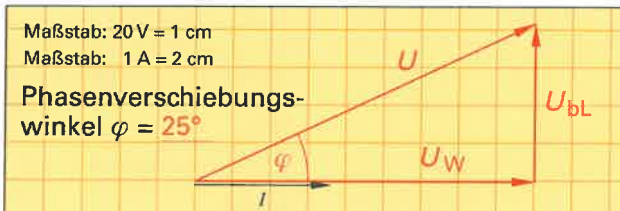

Bild 3: Zeigerbild der Spannungen einer Spule
- a) das Zeigerbild der Spannungen in Bild 3 (Werte:  $U_W = 90\text{ V}$ ,  $U_{bL} = 42\text{ V}$ ) und
7. Berechnen Sie den Scheinwiderstand mithilfe der ermittelten Werte für  $U$  und  $I$  aus Bild 3.